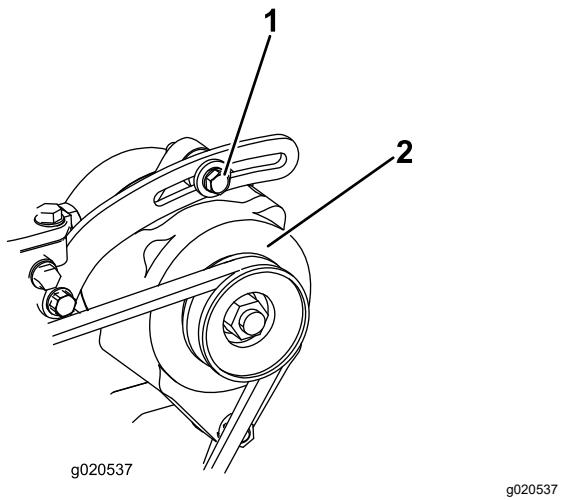

Figure 85
2. Si vous n'obtenez pas une flèche de 10 mm ( $\frac{3}{8}$  po), desserrez les boulons de fixation de l'alternateur (Figure 85). Augmentez ou diminuez la tension de la courroie d'alternateur et resserrez les boulons. Contrôlez de nouveau la flèche de la courroie pour vérifier si la tension est correcte.